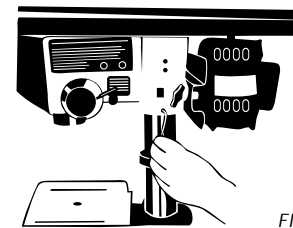

FIGURA 6
4. Aperte os dois conjuntos de parafusos localizados ao lado direito do Conjunto Cabeçote, usando a chave Allen (Figura 6).